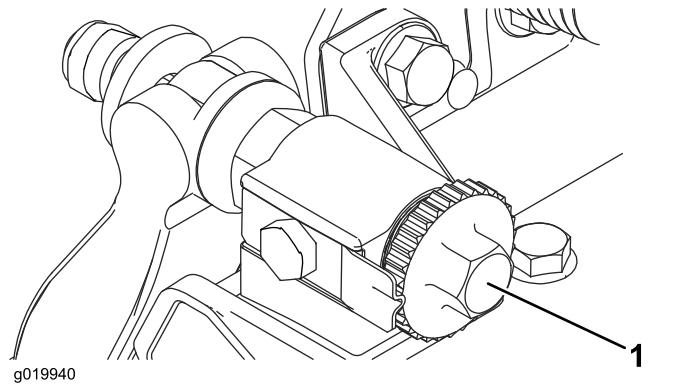

Bild 18
- 2. Drehen Sie die Einstellschrauben des Untermesserträgers nach links, um sicherzustellen, dass der Untermesserträger nicht die Spindel berührt (**Bild 18**).